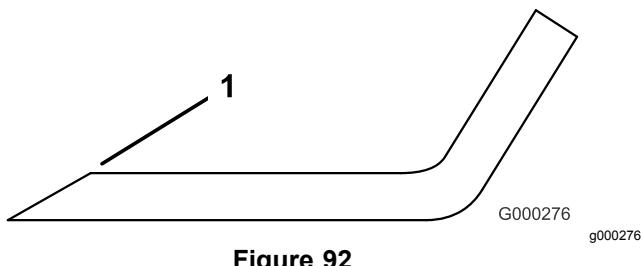

Figure 92
1. Au moyen d'une lime, aiguissez les tranchants à chaque bout de la lame (Figure 92).